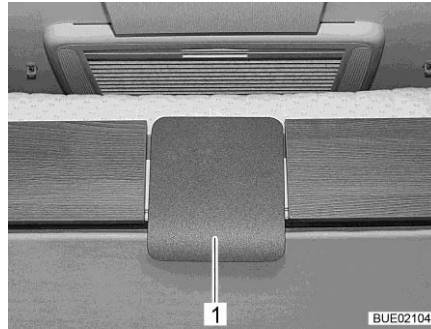

Fig. 138 Piastra di sblocco sul letto basculante (Ixeo I)
- Letto basculante con incastro: Tirare sotto sulla piastra di sblocco (Fig. 138,1) e tirare verso il basso il letto basculante fino all'arresto.